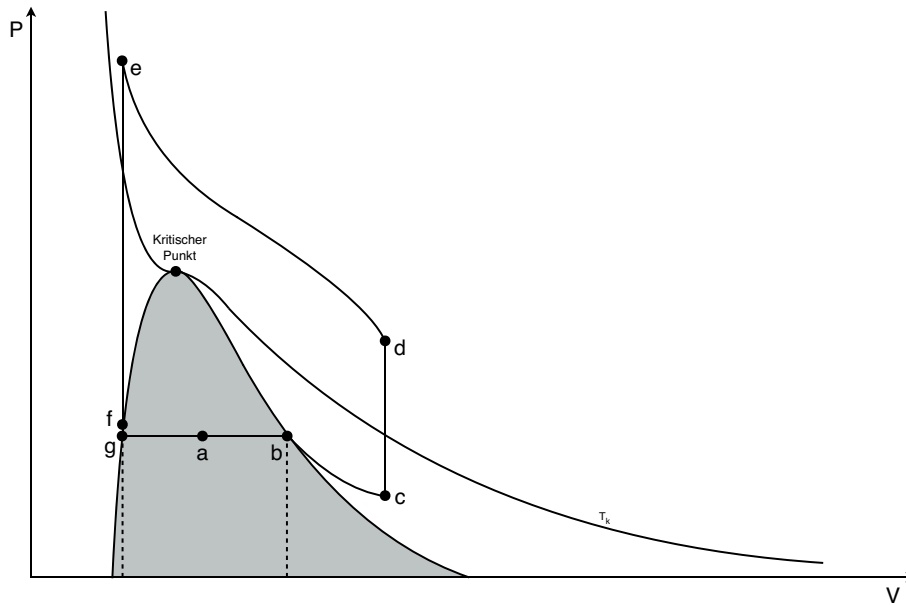

Abbildung 1.5: Kreisprozess um den kritischen Punkt
Die Einteilung des Zustandsdiagrammes in verschiedene Phasenzonen (flüssig, flüssig und gasförmig, gasförmig) ist rein theoretisch. Dies zeigt man mit einem **Kreisprozess um den kritischen Punkt** (siehe Abbildung 1.5).
- Stelle einen Zustand mit Koexistenzbereich ($\rightarrow a$) gemäss Abbildung 1.5 bei einer Temperatur von ca. 42 °C ein. Miss p und V .